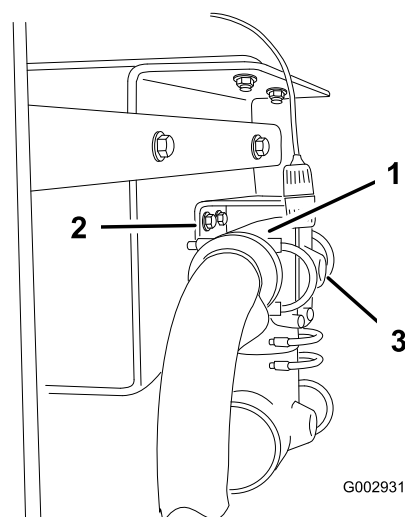

Figura 18
6. Retire los herrajes que sujetan el acoplamiento en T detrás de la válvula de alimentación del brazo de manera que el acoplamiento en T caiga, colgando de las mangueras (Figura 18).
7. Practique con cuidado un taladro (diámetro 1/4 pulgada) en la cara de la acometida de la parte trasera del acoplamiento en T (Figura 18).